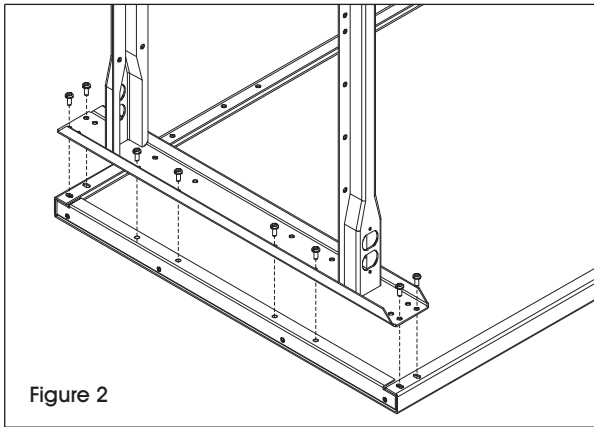

Figure 2
1. Alignez les trous des pieds avec l'extrémité de la surface de table. Fixez à l'aide de huit boulons de 1/4 po-20 x 5/8 po. Des sections filetées sont fournies à chaque extrémité de la surface. (Voir Figure 2).